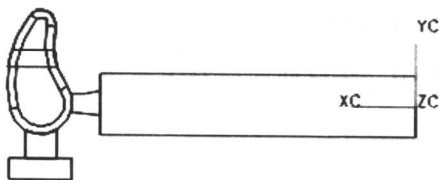

图 1-32 移动坐标系
(1) 利用“格式”→“WCS”→“原点”把坐标系原点移动到手柄末端的圆心上,通过工具栏“视图”→“视图方位”把视图切换为俯视图。利用菜单“格式”→“WCS”→“旋转”绕+YC轴旋转+90°,得到如图1-32所示结果。